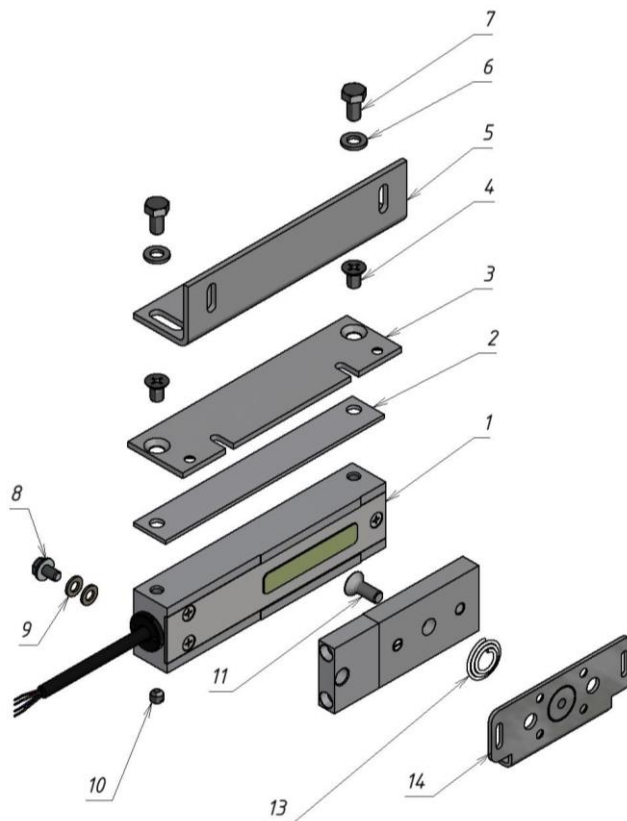
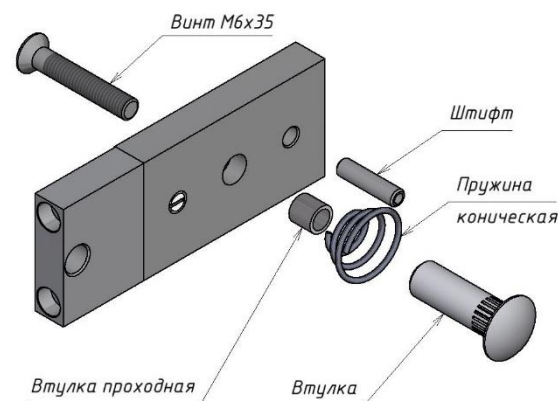

Рисунок 1 – Комплект поставки
Рисунок 2 - Комплект крепления якоря
4.1 В комплект поставки замка входят (рисунок 1):
- корпус М20 (1)..... 1 шт.
- планка узкая М20 (2)..... 1 шт.
- пластина М20 (3)..... 1 шт.
- винт М6х10 потайн. (4)..... 2 шт.
- угольник М20 (5)..... 1 шт.
- шайба 6 (6)..... 2 шт.
- болт М6х12 (7)..... 2 шт.
- винт заземления М5х8 (8)..... 1 шт.
- шайба 5 (латунь) (9)..... 2 шт.
- винт-заглушка М6х6 (10)..... 2 шт.
- винт М6х16 (потайн.) под ключ S4 (11)..... 1 шт.
- якорь М20 (12)..... 1 шт.
- пружина коническая (13) (из комплекта крепления якоря)..... 1 шт.
- кронштейн якоря М20 (14)..... 1 шт.
- комплект крепления якоря (рисунок 2)..... 1 шт.
Замок состоит из корпусной части и якорной части (рисунок 1). Для обеспечения эксплуатационных характеристик рабочие поверхности корпуса и якоря должны быть совмещены и плотно прилегать друг к другу при закрывании двери.
Корпус замка может крепиться при помощи угольника (5) или через монтажную пластину (3) (рисунок 1). Если позволяет конструкция места монтажа, допускается крепление непосредственно через крепежные отверстия в корпусе замка (резьба М6), длина винтов в этом случае определяется по месту, при этом в тело корпуса винты должны входить не более чем на 8мм.
- с помощью комплекта крепления якоря с отверстиями в двери для винта крепления якоря и фиксирующего штифта (рисунок 2);
- без отверстий в двери, с помощью монтажной пластины крепления якоря (12) (рисунок 1).